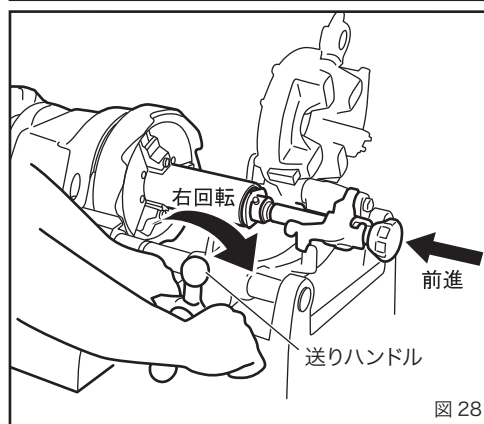

図 28
- ④ スイッチを入れてパイプを回転させてから、送りハンドルでリーマをパイプに押しつけ、パイプが1回転以上したらリーマをパイプからはなしてください。これで面取りは完了です。(図 28)